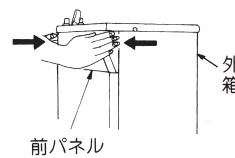

図 7
- 1 前パネルの爪を外箱の角穴に合せ両側面を内側に押し (図 7)